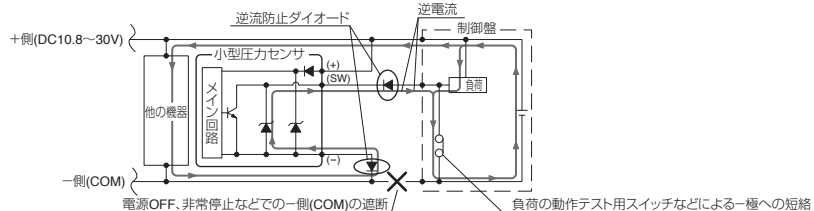

図2
- ・本製品と同じ電源に他の機器が接続されている場合、一側 (COM) が遮断した状態で負荷の動作テスト用スイッチなどにより SW 出力端子を一極と短絡させると、スイッチ出力回路に逆電流が流れ、センサが破損します。このような回路でご使用になる場合は、一側の電源線か、SW 出力線に逆流防止のダイオードを図2の向きで設置してください。